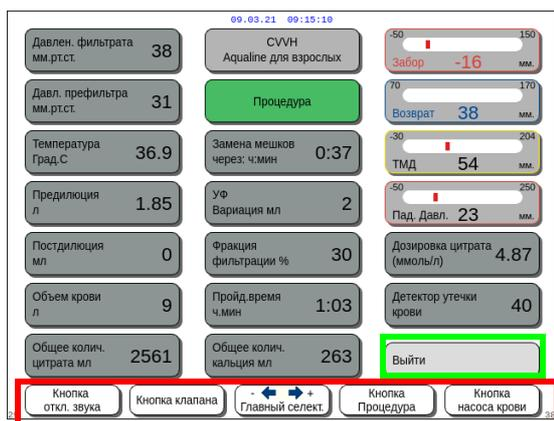

Рис. 171
- Кнопка *Выйти* (зеленая рамка на рис. 171) используется для возврата на главный экран.
- Все кнопки управления (красная рамка на рис. 171):